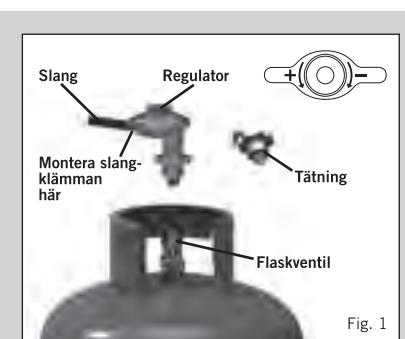

Fig. 1
- Slangen och regulatorns tätning måste kontrolleras med avseende på slitage eller skada före varje användning och innan du ansluter till gasflaskan (se bild 1).
- Utför denna kontroll varje gång du passar apparaten till en gasflaska (se bild 1).